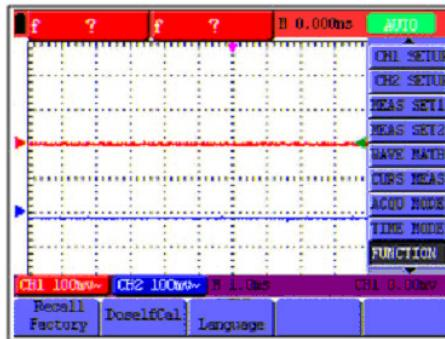

Figura 9.- Reiniciar el osciloscopio.
3. Pulse la tecla “F1” RESET para seleccionar las configuraciones de fábrica. El osciloscopio recuperará entonces la configuración de fábrica. (Ver Figura 9).